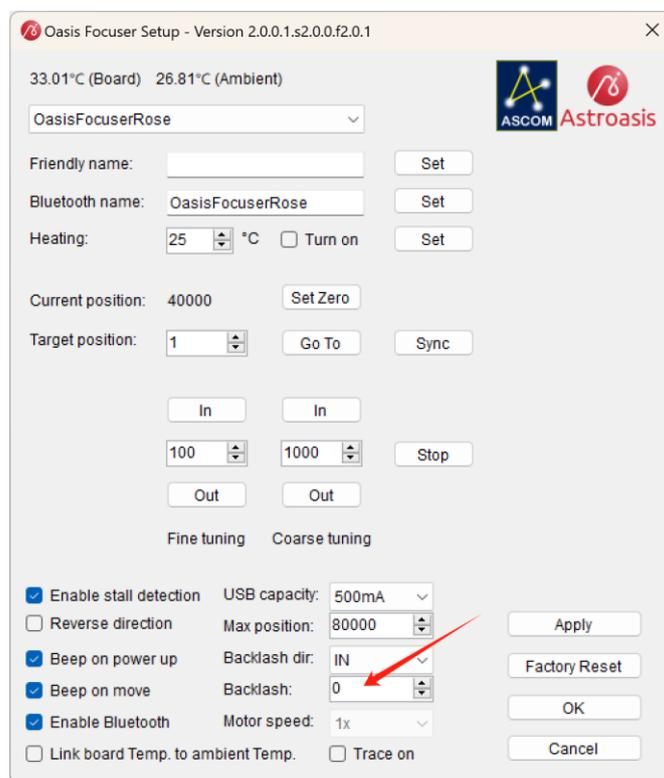

图 8-1
- 2、由于 Oasis Focuser 固件本身也具有回差补偿功能，测量回差的时候需要先关闭此功能。在设置对话框的 Backlash 这一项中填 0 即可关闭固件的回差补偿功能，如图 8-1 所示。